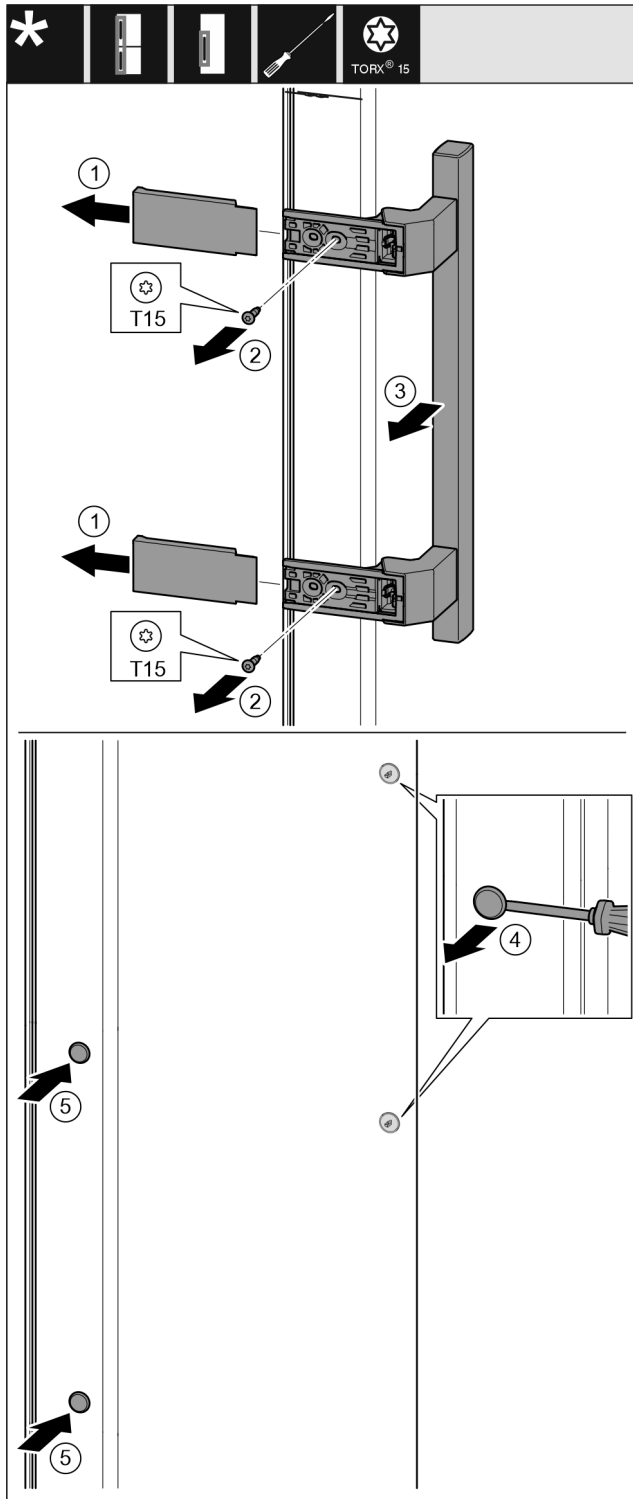

Fig. 20
- ▶ Stiahnite kryt. Fig. 20 (1)
- ▶ Skrutkovačom T15 vyskrutkujte skrutky. Fig. 20 (2)
- ▶ Odoberte držadlo. Fig. 20 (3)
- ▶ Plochým skrutkovačom opatrne nadvihnite a vyberte bočnú zátku. Fig. 20 (4)
- ▶ Zátku opäť nasadte na druhú stranu. Fig. 20 (5)